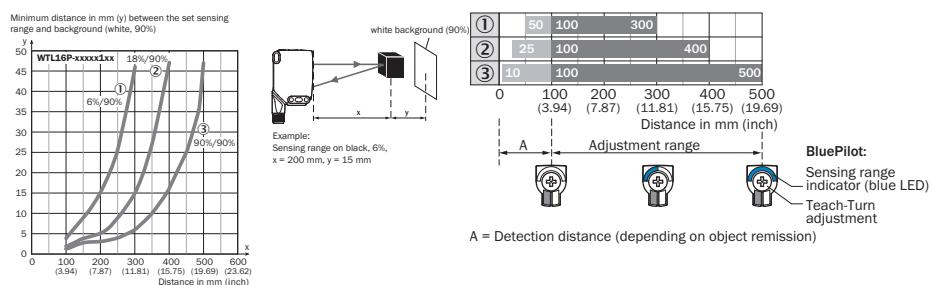
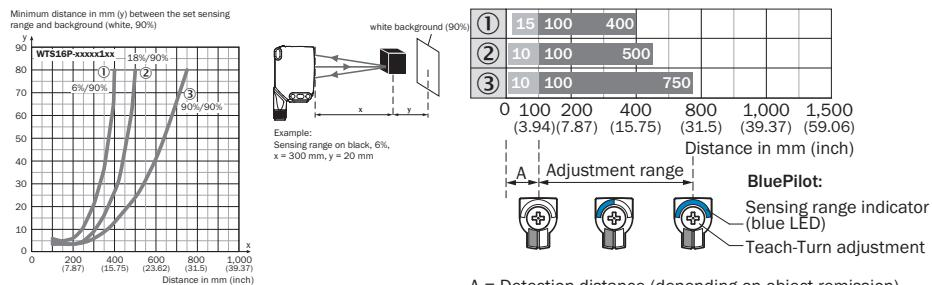

Рисунок 114: Характеристика 1, WTL16P-xxxxx1xx, красный свет
Рисунок 115: Характеристика 1, : WTS16P-xxxxx1xx, красный свет
Проверить условия применения: скорректировать расстояние срабатывания и дистанцию до объекта / фона, а также яркость объекта с помощью соответствующей диаграммы [см. рисунок 114, рисунок 115] (x = расстояние срабатывания, y = минимальные расстояния между установленным расстоянием срабатывания и фоном (белый 90 %)). Коэффициент диффузного отражения: 6 % = чёрный ①, 18 % = серый ②, 90 % = белый ③ (относительно стандартного белого по DIN 5033). Мы рекомендуем выполнять настройку с объектом, имеющим низкий коэффициент диффузного отражения.
Минимальную дистанцию (= y) для подавления заднего фона можно определить по диаграмме [рисунок 114 ①] следующим образом: